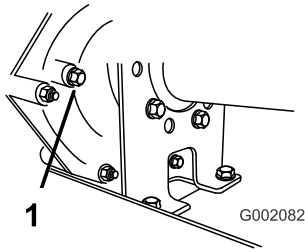

Bild 49
2. Nehmen Sie die Schraube aus dem Füllstand-Prüfloch heraus (Bild 49).